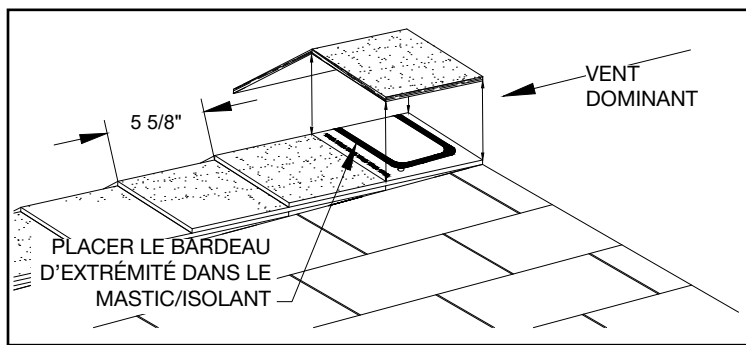

Figure 23 – Pose de bardeaux RidgeFlex® ; embout fixé dans le mastic
Si votre installation doit faire face à des intempéries (comme les vents forts), les embouts peuvent également être cloués à la surface. Placez deux (2) clous sur chaque face, à 1 po (25 mm) de chaque extrémité et à 1 po (25 mm) au-dessus du bord. Recouvrez les têtes de clous avec une pointe de mastic. (Voir la figure 23)